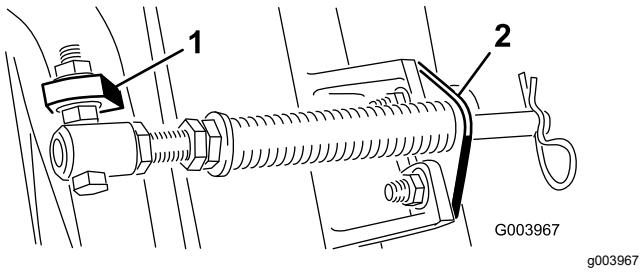
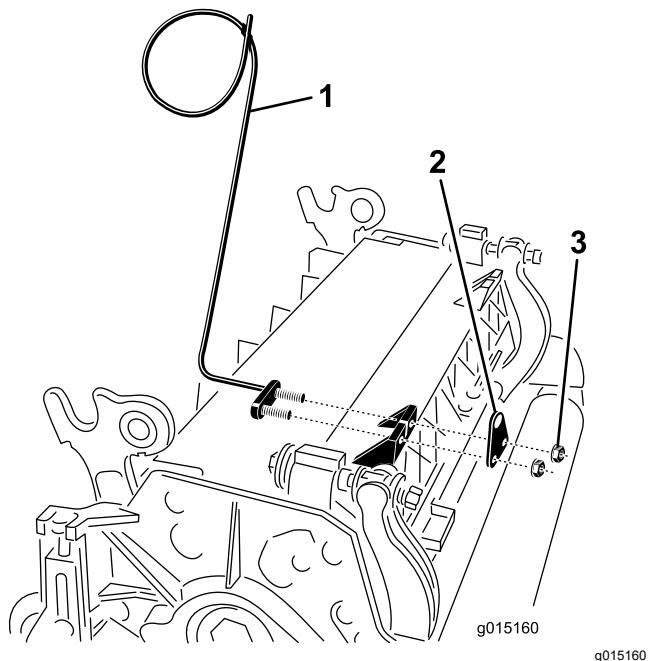

図 11
図 13
- C. スプリングチューブのボルトを、反対側のキャリアフレームのタブに取り付け、フランジナットで固定する。図 11に示すように、ボルトの頭部がタブの外側を向くように取り付けること。
- D. カッティングユニットのタブにロッドブラケットを取り付け、キャリッジボルト2本とナットで固定する図 11。また、ロッドブラケットの再取り付けを行うときに、カッティングユニットのタブの前に、左ホースガイドを取り付ける図 13。